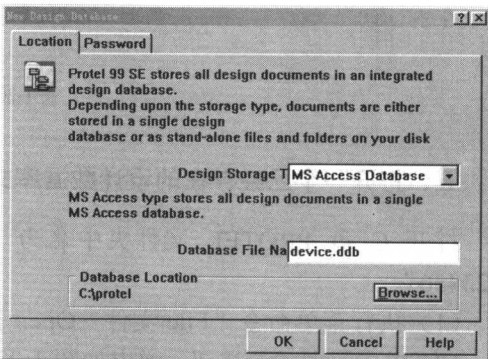

图 1-18 设置数据库文件的存储类型、文件名、路径
(2) 单击“Design Storage Type”列表框右侧的下拉按钮，选择“MS Access Database”选项；将默认的数据库文件名 MyDesign.ddb 改为 device.ddb，并将文件保存在 C 盘新建文件夹 PROTEL 中，单击 **Browse...** 按钮将数据库文件路径更改为 C:\PROTEL，如图 1-18 所示。